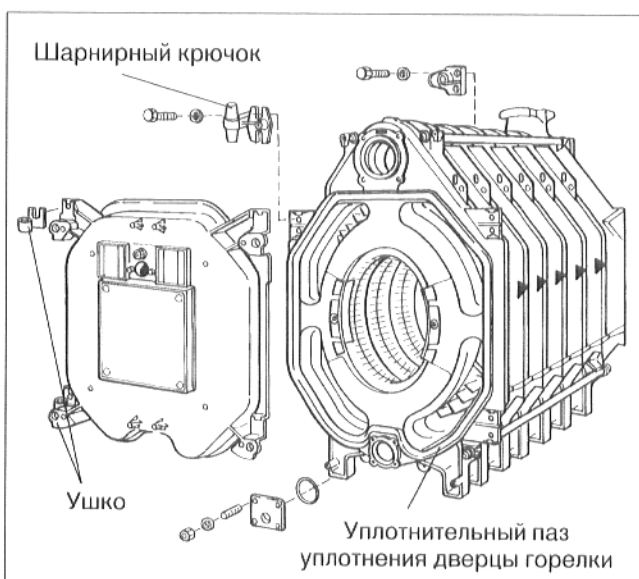

Рис. 22
- Нанести через каждые 15 – 20 см несколько капель клея (предм. нр.: 422841) на уплотняющие пазы вокруг отверстий камеры сгорания и ходов топочного газа у переднего элемента (рис. 22).
- Вложить уплотнительный шнур GP в уплотнительный паз переднего элемента (рис. 22).
- Привинтить каждый шарнирный крючок двумя винтами М 12 х 55 к переднему элементу, соответственно рис. 22 (шарниры справа); если дверца должна быть подвешена слева, то монтаж производится соответственно слева.